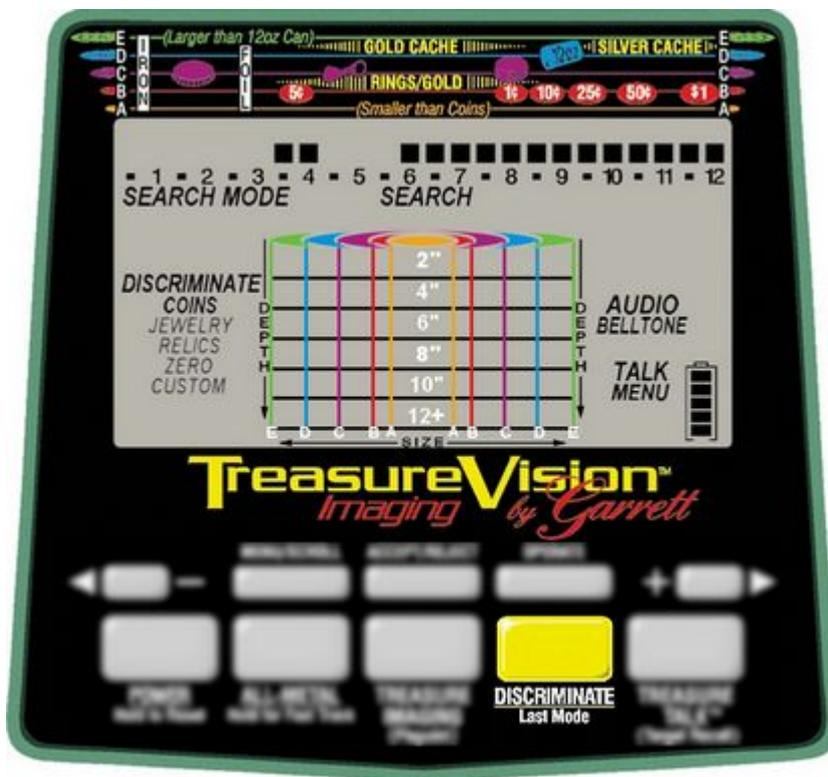

Рис.20
Режим Дискриминации включается нажатием кнопки **DISCRIMINATE**. На дисплее под **SEARCH MODE** отображается **DISCRIMINATE** и текущий подрежим (Рис.20). По умолчанию детектор включается в подрежиме дискриминации **COINS**. Повторное нажатие кнопки **DISCRIMINATE** переключает текущий подрежим дискриминации на предыдущий. Так при нажатии **DISCRIMINATE** подрежим **COINS** переключится на **ZERO**. Если опять нажать **DISCRIMINATE**, детектор вернется в подрежим **COINS**.
- ✓ Нажмите кнопку **MENU/SCROLL**. Под надписью **DISCRIMINATE** отобразится список подрежимов (см. Рис.20).